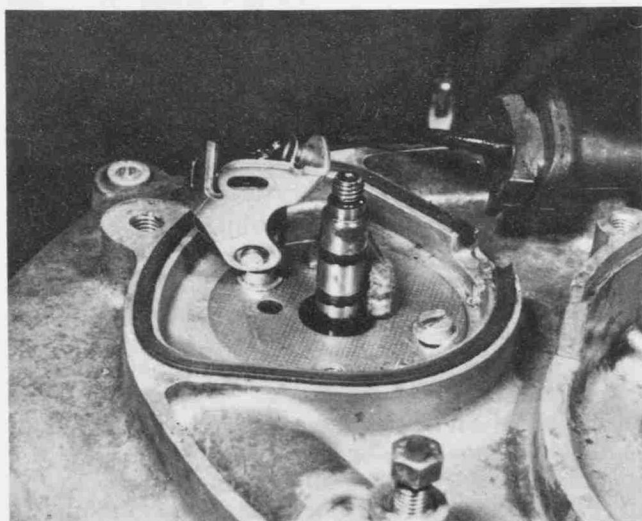

Bild 228
- Beim Ersetzen der Unterbrecherkontakte ist sicherzustellen, dass der Lagerzapfen in die Bohrung der Unterbrecherplatte eingesetzt wird. Die Kontakte mit Kraftstoff reinigen, um jegliches die Leistung beeinträchtigende Öl oder Fett zu entfernen. Den Kontaktabstand neu einstellen (Bild 228).